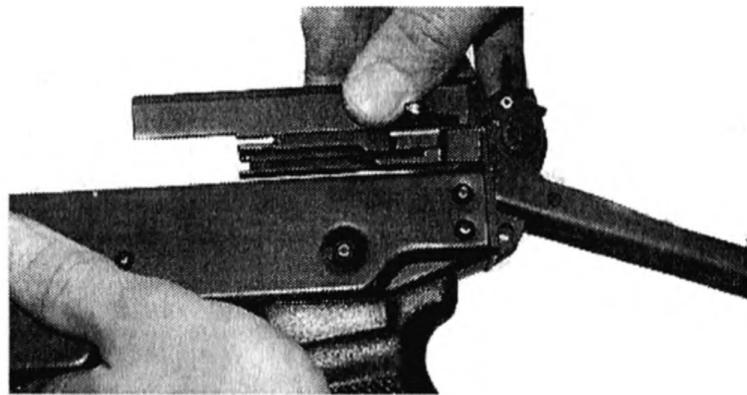

Рис. 7
– отделить затвор, для чего отвести его за рукоятку в крайнее заднее положение и движением вверх извлечь его из направляющих ствольной коробки (рис. 7);